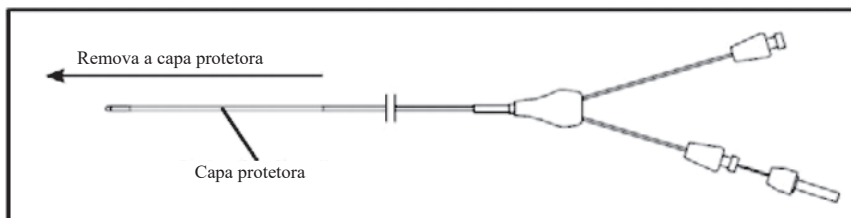

Figura 2
2. Escolha um balão de dilatação de tamanho apropriado. Remova a capa protetora do balão. O balão de dilatação vem com um fio-guia pré-carregado. O fio-guia pode ser usado como está para aceder à estenose ou removido do cateter de balão antes da utilização e recarregado sobre um fio-guia pré-posicionado. Antes de avançar o cateter de balão sobre um fio-guia pré-posicionado, lave o lúmen do fio-guia. (Veja a Figura 2)